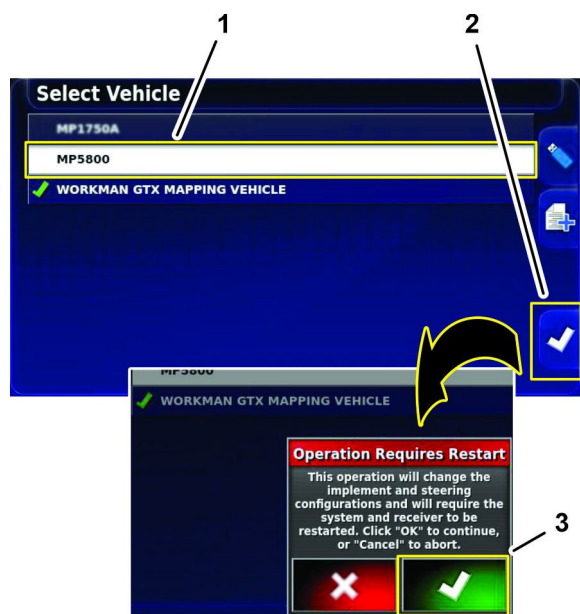

Figura 203
2. Pulse el icono del vehículo de fumigación y pulse el icono Seleccionar (Figura 203).
3. En el cuadro de diálogo La operación requiere un reinicio, pulse el Icono Confirmar (Figura 203).